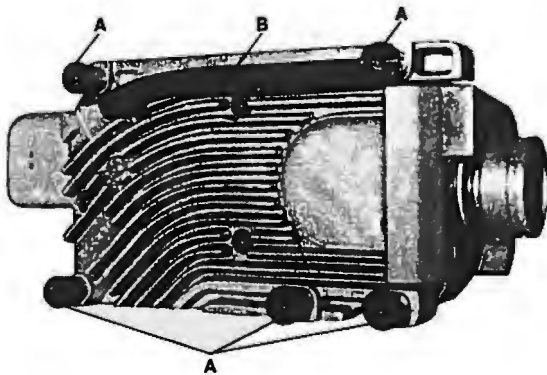

Fig.1
1. After unpacking of sewing machine with accessories and sewing table, insert the five rubber isolators (A, Fig. 1) in the provided holes in the table board and insert the rubber profile (B), as shown, in the base plate of the sewing machine.
1. Nach dem Auspacken von Nähmaschine mit Zubehör und Nahtisch setzen Sie die fünf Gummisolatoren (A, Fig. 1) in die dafür vorgesehenen Bohrungen in der Nahtischplatte ein und legen den Profilmgummi (B), wie gezeigt, in die Grundplatte der Nähmaschine.